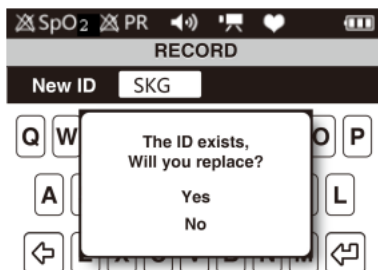

Figura 17. Sustituir el cuadro de diálogo ID existente
- c Si el ID introducido ya existe, aparecerá el cuadro de diálogo de la figura 17. Seleccione "Yes" (sí) y pulse el botón de menú para sustituir el ID existente, al mismo tiempo comience a grabar y vuelva a la interfaz de medición; seleccione "No" para volver a la interfaz "Input ID" (entrada de ID).